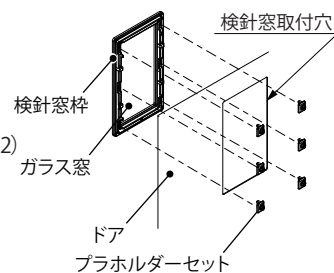

図1 取外し方法
2. 検針窓枠からブラホルダーセットを取外してください。(図1)